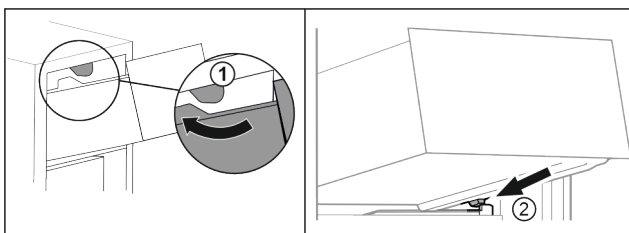

Fig. 68
- ▶ Lade om de bovenste stoppers leiden. Fig. 68 (1)
- ▶ Lade schuin achter de onderste stoppers op containerrib plaatsen. Fig. 68 (2)